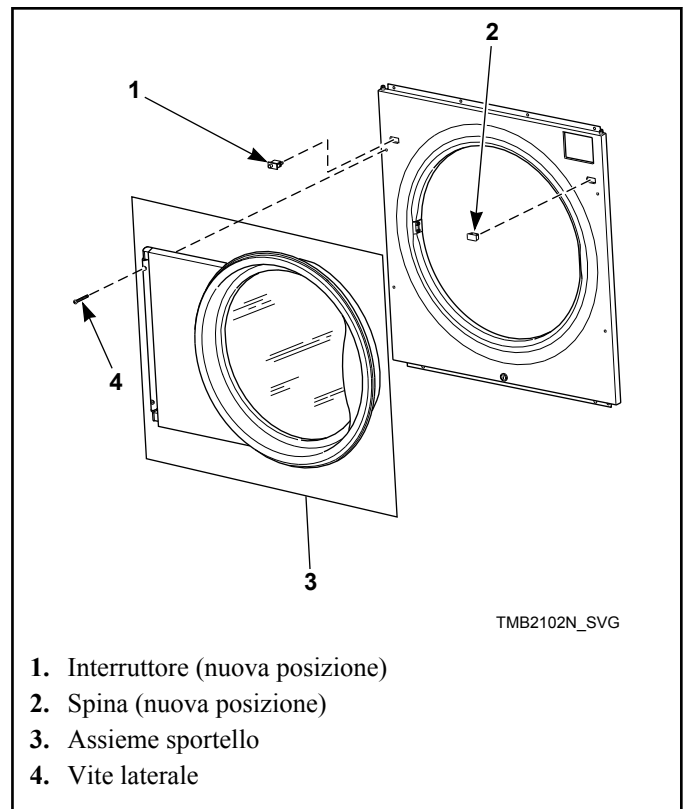

Figura 11
9. Appoggiare il pannello anteriore sulla macchina; fissare senza stringere le quattro viti inferiori. Collegare il cablaggio dell'interruttore dello sportello all'interruttore nella nuova posizione. Installare senza stringere l'assieme dello sportello e le quattro viti laterali del pannello frontale. Consultare la *Figura 11*.